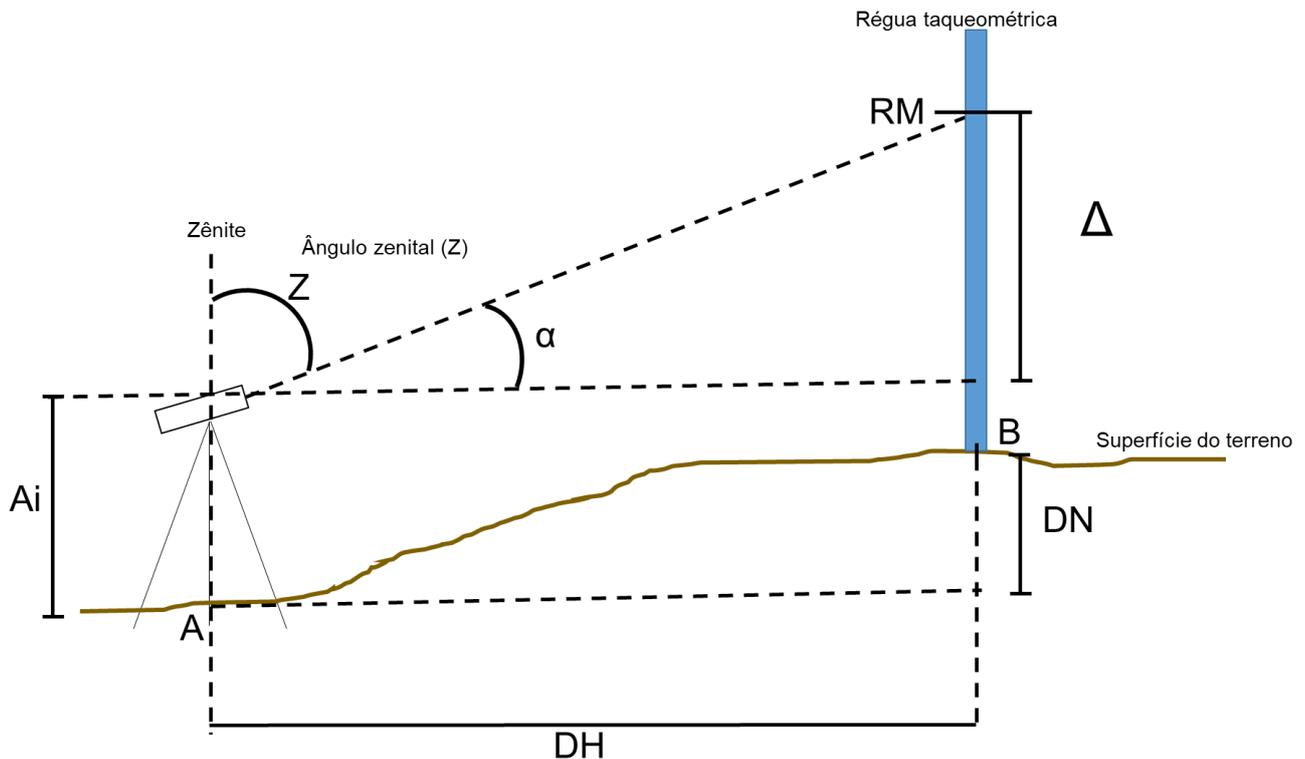

Figura 14 - Esquemática do princípio de funcionamento do teodolito para obtenção da Diferença de Nível (DN).
Diferença de Nível (DN) é a medida entre dois pontos, num plano vertical perpendicular ao plano horizontal (Figura 14).
Considere uma visada de um ponto A para um ponto B, como mostra a Figura 14, temos a Distância Horizontal (DH), a Diferença de Nível (DN), a leitura do Retículo Médio (RM), o  $\Delta$ , que consiste na distância entre o ponto de ângulo vertical (zenital)  $90^\circ$  com a leitura de RM e  $\alpha$ , que consiste no ângulo vertical (zenital) do RM.